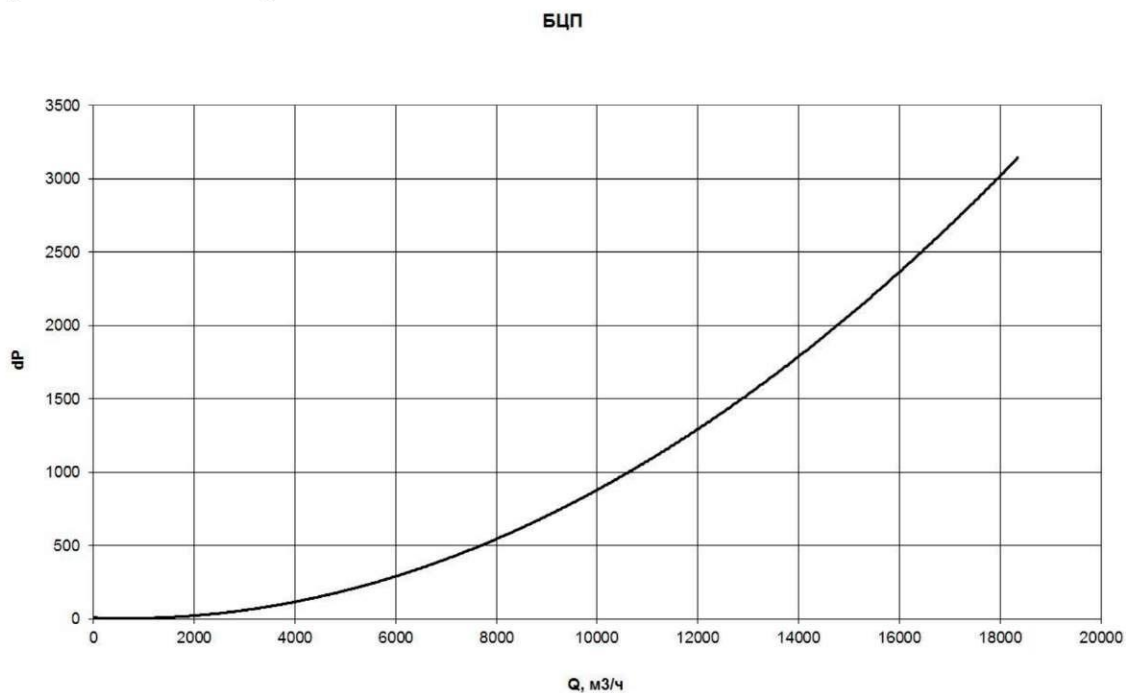

Рис. 3.2
3.2 Аэродинамические характеристики блока прямооточных циклонов представлены на рис. 3.2